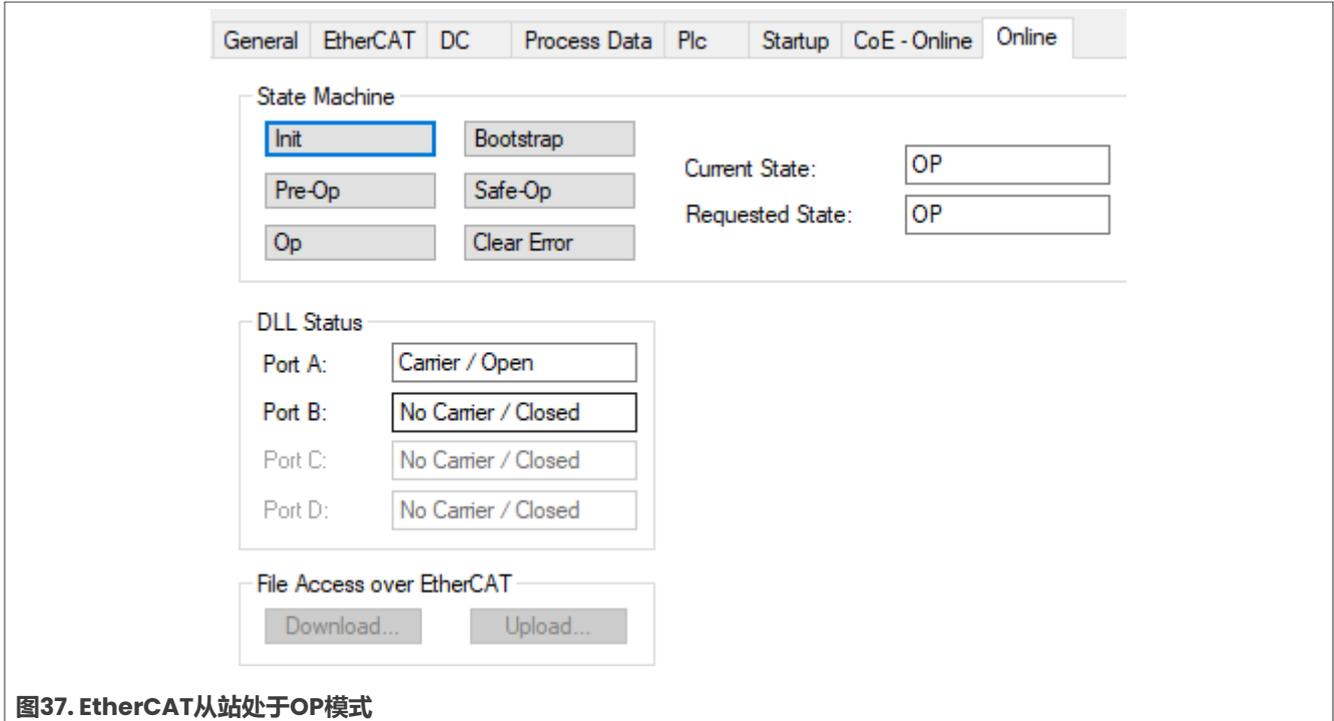

图37. EtherCAT从站处于OP模式
5. 确保EtherCAT从站处于运行（OP）模式，如图37所示。